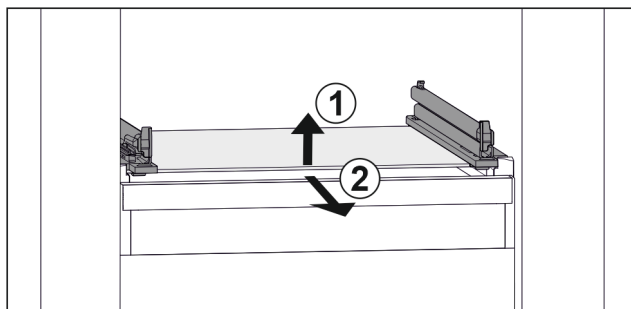

Fig. 106 Príklad zobrazenia sklenenej dosky
- ▶ Nadvihnite sklenenú dosku vpred. Fig. 106 (1)
- ▶ Odoberte sklenenú dosku dopredu. Fig. 106 (2)